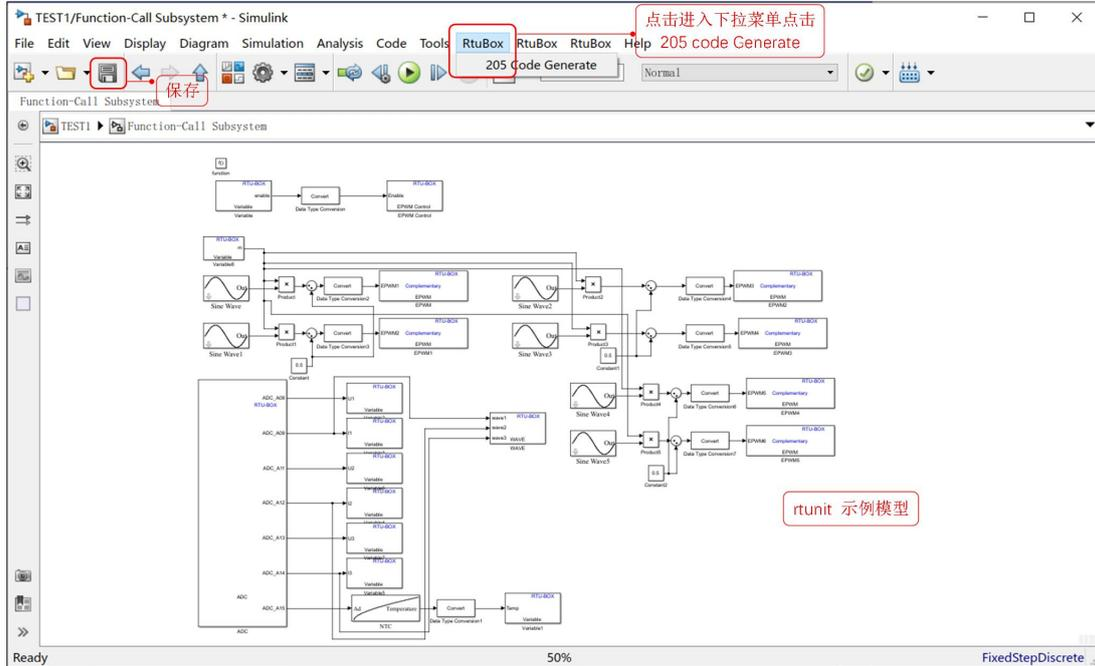

图 4.5 创建 Logic 模型 3
2、在图 4.4 用户模型搭建界面构建模型，如图 4.5 所示。请您参照第 5 章的 **Rtunit Toolbox 相关介绍搭建模型**。模型搭建完成之后先进行保存，然后双击如图 4.4 所示的红色按钮生成代码，或者单击 **RtuBox** 按钮下的 **Code Generate** 生成代码，Logic 模型进入代码生成阶段；